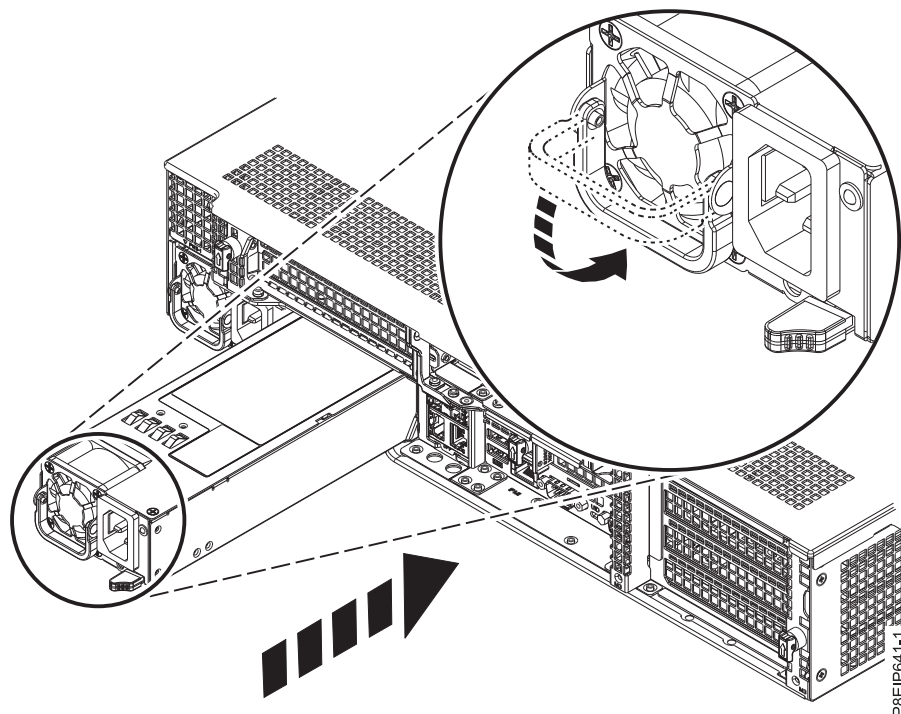

Figura 56. Substituindo a fonte de alimentação no sistema
2. Alinhe a fonte de alimentação com o compartimento conforme mostrado na Figura 56 na página 93. O ventilador está à esquerda; o plugue está à direita. Deslize a fonte de alimentação no sistema até que a trava seja bloqueada no lugar.